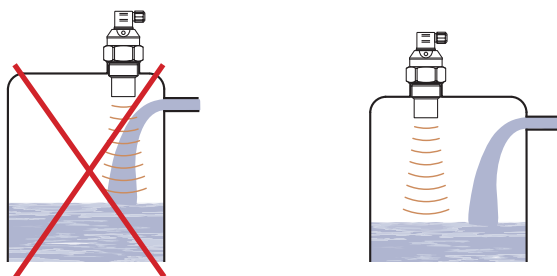

Рис. 7: Установка измерителя уровня вне зоны досягаемости заполняющего потока
- Не устанавливать измеритель уровня в месте или над местом **заполнения**. (рис. 7). Возможно измерение заливаемого материала, а не уровня материала в резервуаре.